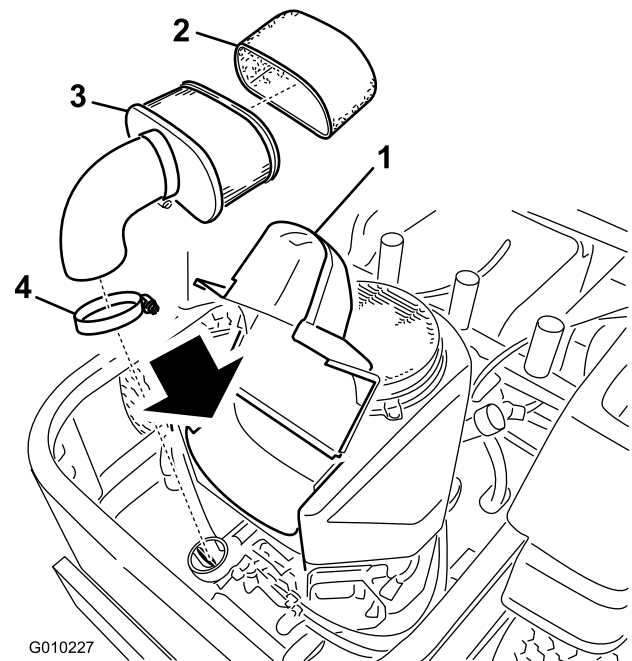

Figura 29
3. Limpie alrededor del limpiador de aire de forma que la suciedad no penetre en el motor y cause daños. Afloje los dos pomos de plástico de la tapa y retire la tapa del limpiador de aire (Figura 29).
4. Separe cuidadosamente el filtro de gomaespuma del filtro de papel (Figura 29).
5. Desenrosque las tuercas de orejeta y retire el elemento de papel (Figura 29).